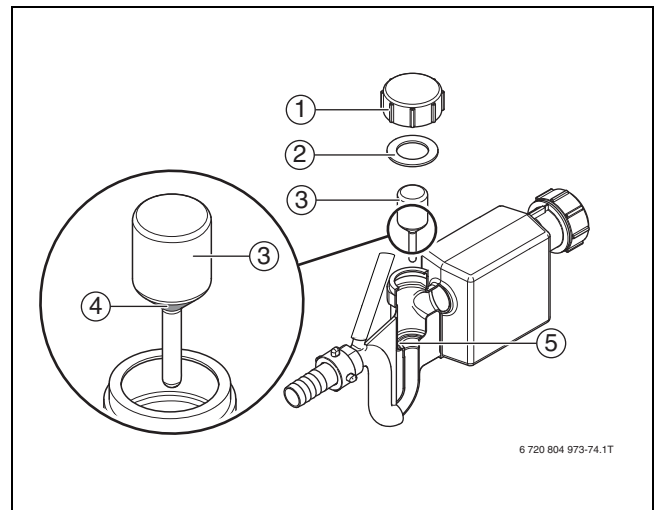
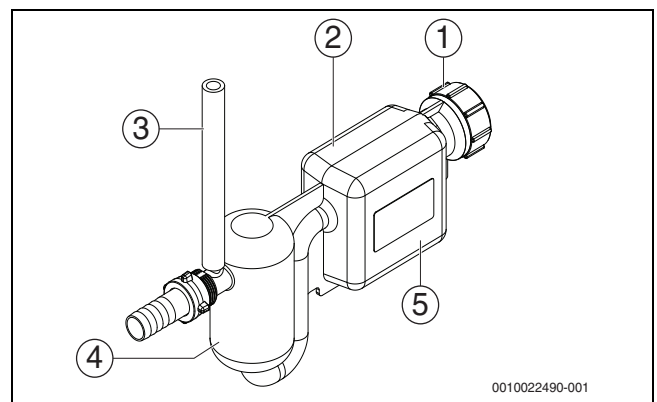
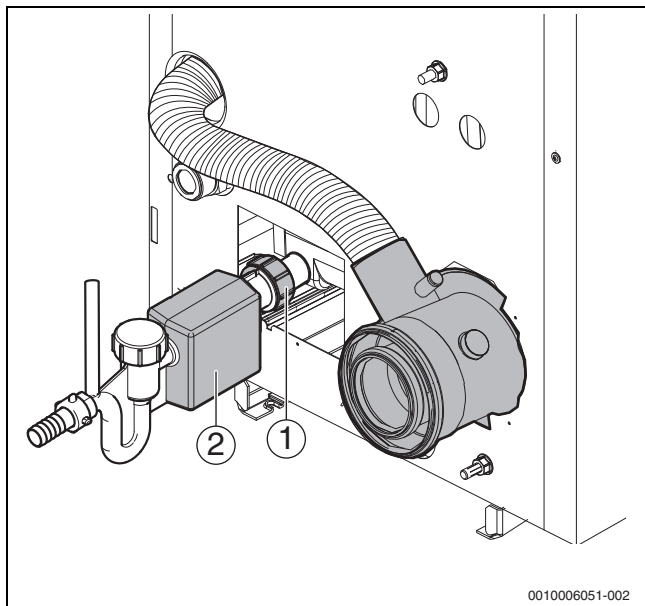

Bild 84 Siphon reinigen, Version 1
Bild 85 Siphon, Version 2
Bild 86 Kondensatwanne reinigen; dargestellt mit Siphon Version 1
Je nach Fertigungsstand können unterschiedliche Versionen des Siphons ausgeliefert oder montiert sein (→Bild 84 und 85). Die Verwendung eines Siphons ohne Schwimmer (Version 2) ist nur in Verbindung mit einem am Kessel installierten Druckwächter zur Abgasüberwachung zulässig. Dieser Siphon darf auch im Ersatzteilfall ausschließlich für Kessel mit Druckwächter zur Abgasüberwachung eingesetzt werden.
- Verschraubung am Anschlussstutzen der Kondensatwanne [1] lösen und Siphon [2] abnehmen (→Bild 86).
- Siphon (→ Bild 84]) an den Anschlussstutzen der Kondensatwanne (→ Bild 86) schrauben.
- Siphon (→ Bild 85; Ausgleichsvolumenbehälter [4] und Schmutzauffangbehälter [5]) mit Wasser befüllen.
- Siphon (→ Bild 85) an den Anschlussstutzen der Kondensatwanne (→ Bild 86) schrauben.
- Über den Entlüftungsschlauch (→ Bild 85, [3]) Wasser nachfüllen und dabei sicherstellen, dass der Siphon vollständig mit Wasser gefüllt ist.
Je nach Fertigungsstand können unterschiedliche Versionen des Siphons ausgeliefert oder montiert sein (→ Bild 84 und 85). Die Verwendung eines Siphons ohne Schwimmer (Version 2) ist nur in Verbindung mit einem am Kessel installierten Druckwächter zur Abgasüberwachung zulässig. Dieser Siphon darf auch im Ersatzteilfall ausschließlich für Kessel mit Druckwächter zur Abgasüberwachung eingesetzt werden.